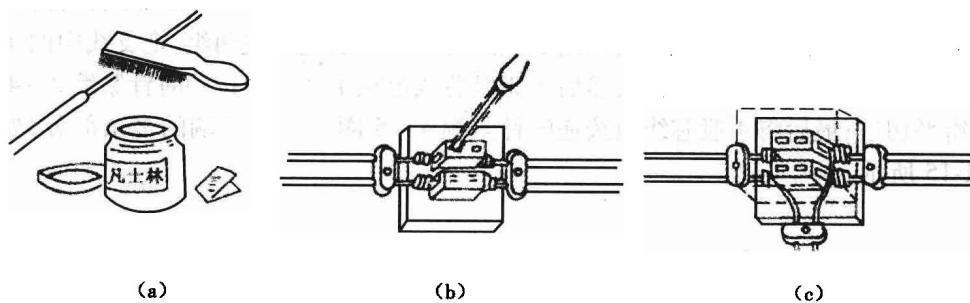

图 1-1-17 铝芯导线的螺钉压接法
①螺钉压接法:先用钢丝刷去除氧化层并立即涂上中性凡士林,然后进行螺丝压接。因铝线易断,连接前可将芯线卷 2~3 圈,以便线头断裂后再次连接用。螺钉压接法如图 1-1-17 所示。